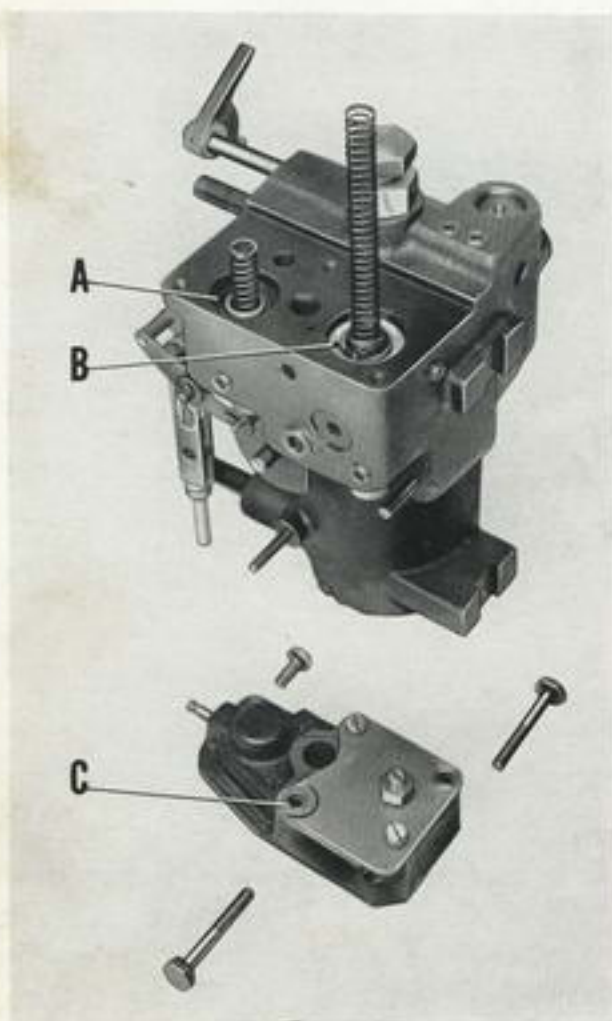
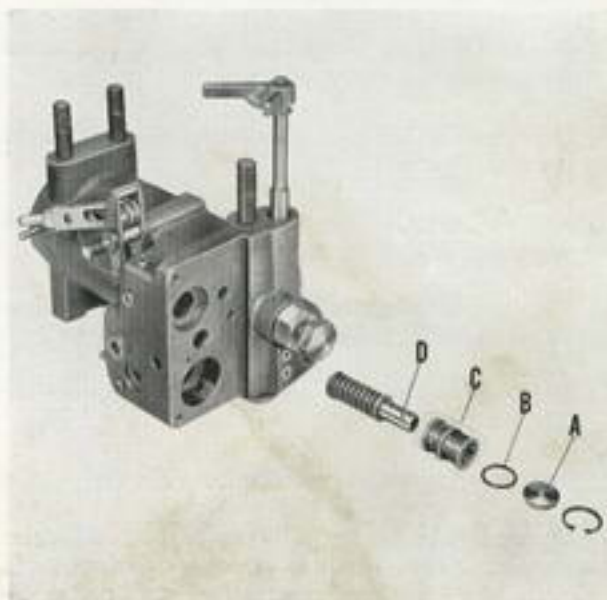

Fig. 35
Fig. 36
- 1) Déposer le couvercle des valves (C, fig. 35) avec le thermostat en prenant les précautions nécessaires pour éviter que les ressorts se détendent trop rapidement.
- 2) Sortir la valve principale (B) et la valve secondaire (A).
- 3) Déposer l'ensemble du levier de réglage de réponse et de descente puis retirer le circlips de retenue de la valve régulatrice et sortir successivement (voir fig. 36) :